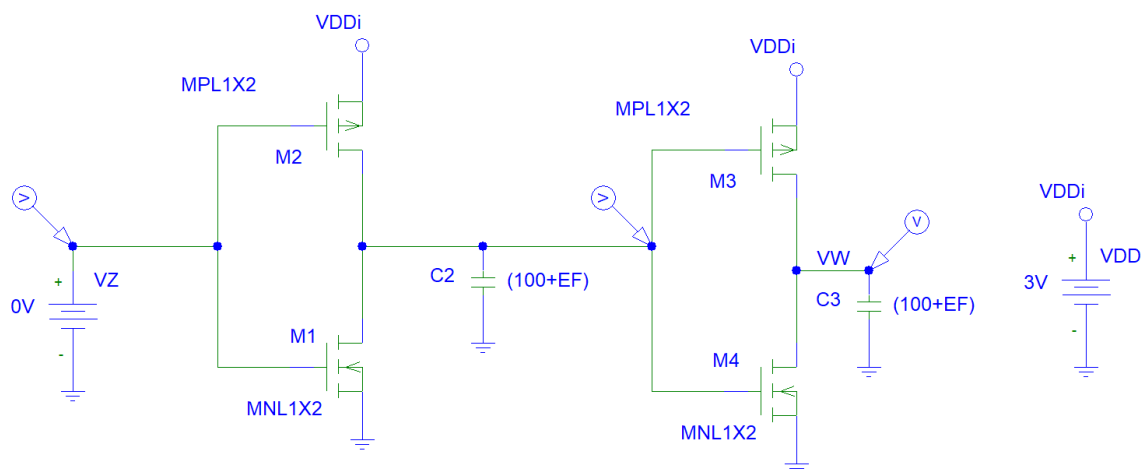

Figura 2 – Unidade básica de memória (*Latch*) CMOS com tensão de entrada
- Com o elo de realimentação aberto (figura 2) e usando uma fonte DC (v_Z) na entrada do *latch*, faça o gráfico de v_Z (*dc sweep*) em função de v_W e v_Z . Apresente no gráfico os valores dos três pontos de operação do *latch* (2 pontos estáveis e um ponto instável)